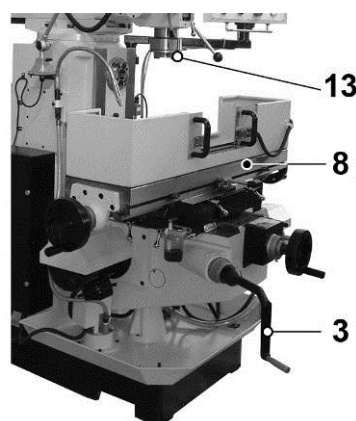

Рис. 19
9.6.2. Для подъема/опускания рабочего стола (8) нажатием вперед введите в зацепление ручку (3) на станке (Рис. 19).